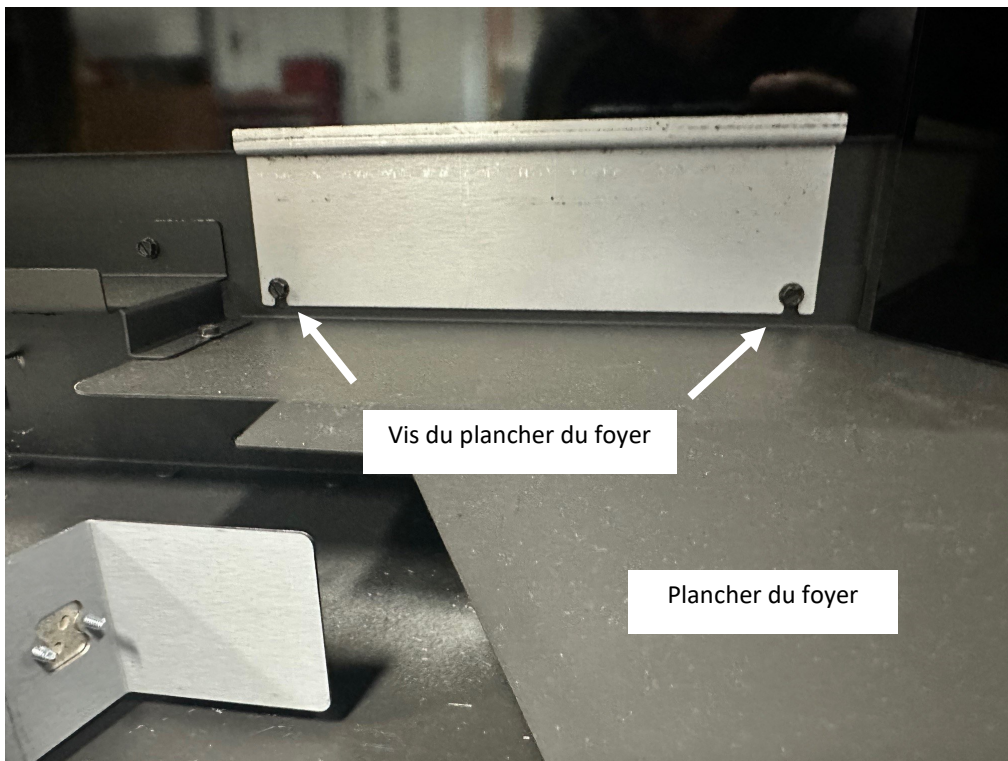

Figure 4 - Fixation de vitre arrière (gauche ou droite)
4. Installez les (3) fixations de vitre arrière. Les (2) plus grosses fixations vont sur les côtés. Desserrez les (2) vis qui retiennent le plancher du foyer de chaque côté, et installez les deux plus grosses fixations de vitre arrière. Voir la Figure 4. Installez la fixation de vitre arrière du milieu, avec les (2) vis à métal fournies. Voir la Figure 5.